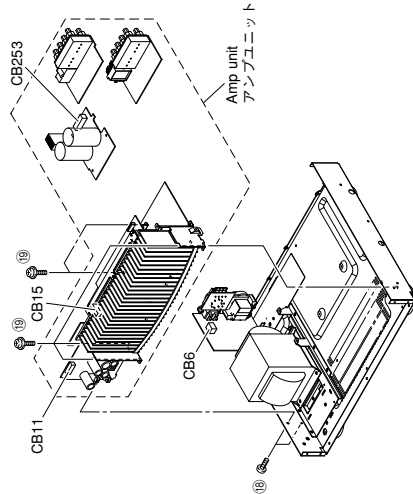

Fig. 9
- Remove 2 screws (18) and 5 screws (19). (Fig. 9)
- Remove CB6, CB11, CB15 and CB253. (Fig. 9)
- Remove the amp unit. (Fig. 9)
- 18のネジ2本、19のネジ5本を外します。(Fig. 9)
- CB6、CB11、CB15、CB253を外します。(Fig. 9)
- アンプユニットを取り外します。(Fig. 9)